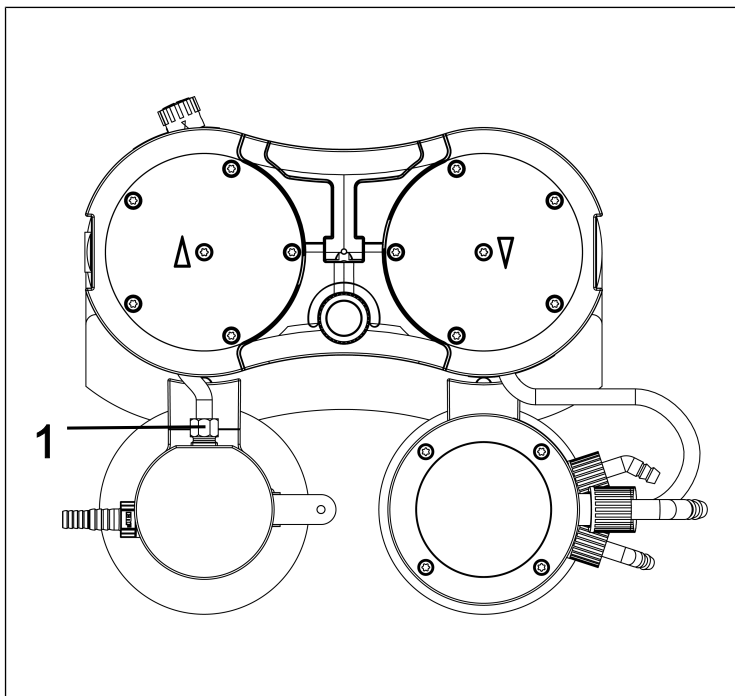

Abb.11: Schlauchverbindung lösen
2. Lösen Sie die Überwurfschraube der Schlauchverbindung (**1/Abb. 11**) von der Vakuumsystemkomponente.
i Benutzen Sie zum Lösen der Überwurfschraube der Schlauchverbindung Abscheider (**1/Abb. 11**) ggf. einen Gabelschlüssel SW14.
10. Schrauben Sie die Überwurfschraube der Schlauchverbindung Abscheider (1/Abb. 11) am Abscheideranschluss bis zum Anschlag ein.
i Benutzen Sie zum Anziehen der Überwurfschraube der Schlauchverbindung Abscheider (1/Abb. 11) ggf. einen Gabelschlüssel SW 14